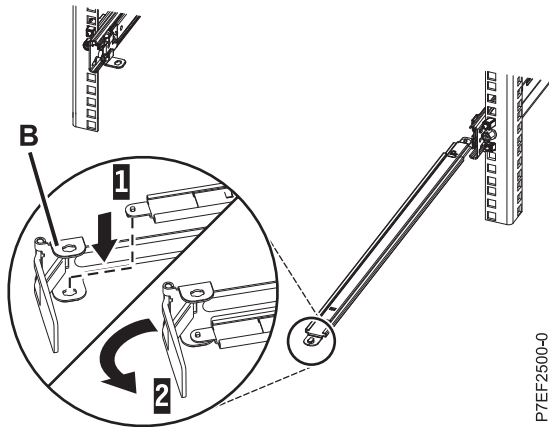

Figura 11. Fijación de la pieza de sujeción del portacables al brazo de soporte
- Localice el orificio de la esquina inferior interna de la pieza de sujeción de tope de portacables en forma de L (B). Coloque el extremo que queda libre del brazo de soporte de modo que la lengüeta de bloqueo de la parte inferior de la punta quede alineada con el orificio de la abrazadera. Inserte la pestaña en el orificio (1) y haga girar la abrazadera (2) para fijarla al brazo de soporte. Para conocer detalles, consulte la Figura 11 en la página 9.